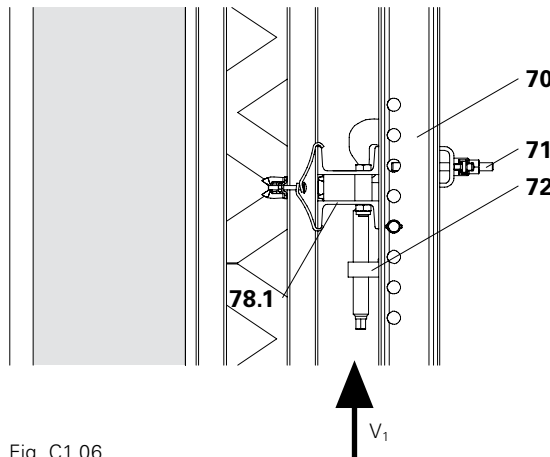

Fig. C1.06
Il numero di dispositivi di regolazione CB, SCS (72) per ciascun corrente verticale viaria in base al peso della cassaforma. (Fig. C1.06)
Fissare tutti i correnti orizzontali (78.1) in corrispondenza del corrente verticale (70) con attacchi fissaggio corrente U100 – U120 (71). (Fig. C1.06)